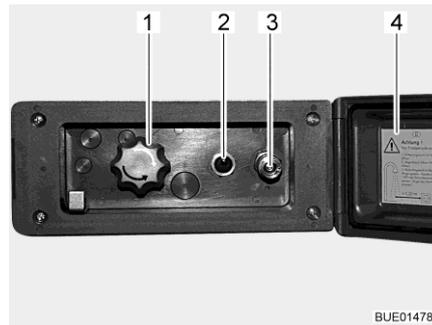

Bild 173 Duschanschluss außen
- Deckel (Bild 173,4) entriegeln und öffnen.
- Schlauch der Außendusche am Schnellverschluss (Bild 173,3) anschließen.
- Wasserpumpe mit Schalter (Bild 173,2) einschalten.
- Wassertemperatur mit Drehknopf (Bild 173,1) nach Wunsch einstellen.
- Wasserpumpe mit Schalter (Bild 173,2) ausschalten.
- Deckel (Bild 173,4) schließen und mit Schlüssel verriegeln.
- Drehknopf (Bild 173,1) auf Mittelstellung stellen.